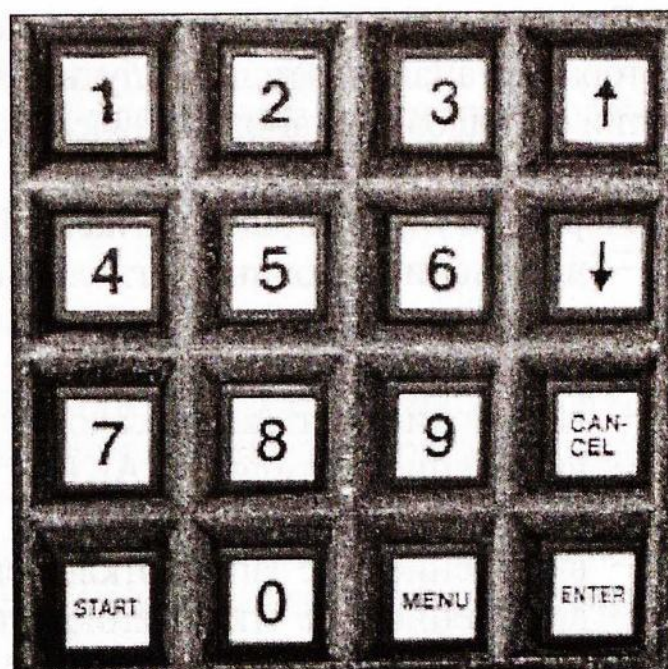

Рис. 2.15. Клавиатура приборной панели транспортного средства (ППТС)
- клавиатура приборной панели транспортного средства (рис. 2.15).
Символы кнопок специального назначения (см. рис. 2.15):